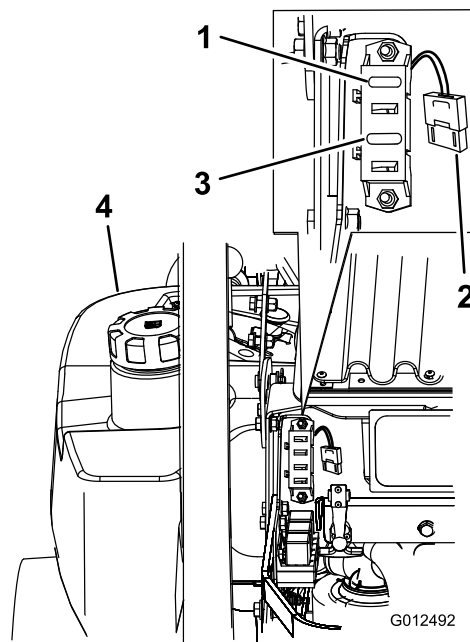

Figura 51
1. Sbloccate il cofano del motore ed alzate lo per accedere al portafusibili (Figura 51).
3. Montate un fusibile nuovo (Figura 51).